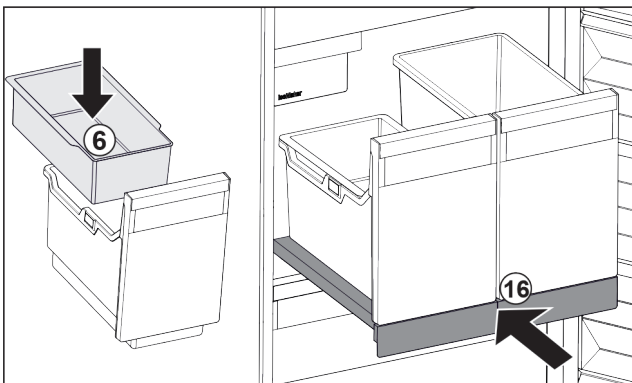

Fig. 146
- ▶ Einhängeschale Fig. 146 (6) für Eiswürfel einsetzen.
- ▶ Auszugsbord mit Behälter (IceTower) einschieben. Fig. 146 (16)